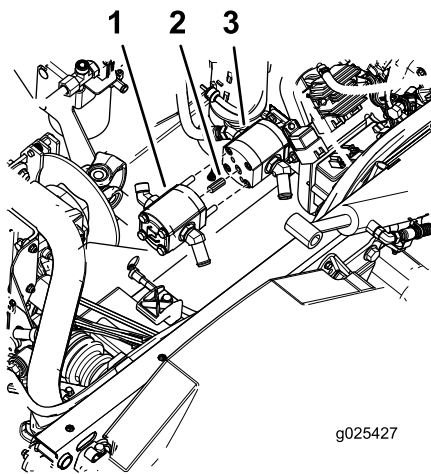

Figura 7
4. Utilizando os 2 parafusos compridos, monte a bomba de alto fluxo na bomba existente (Figura 7).